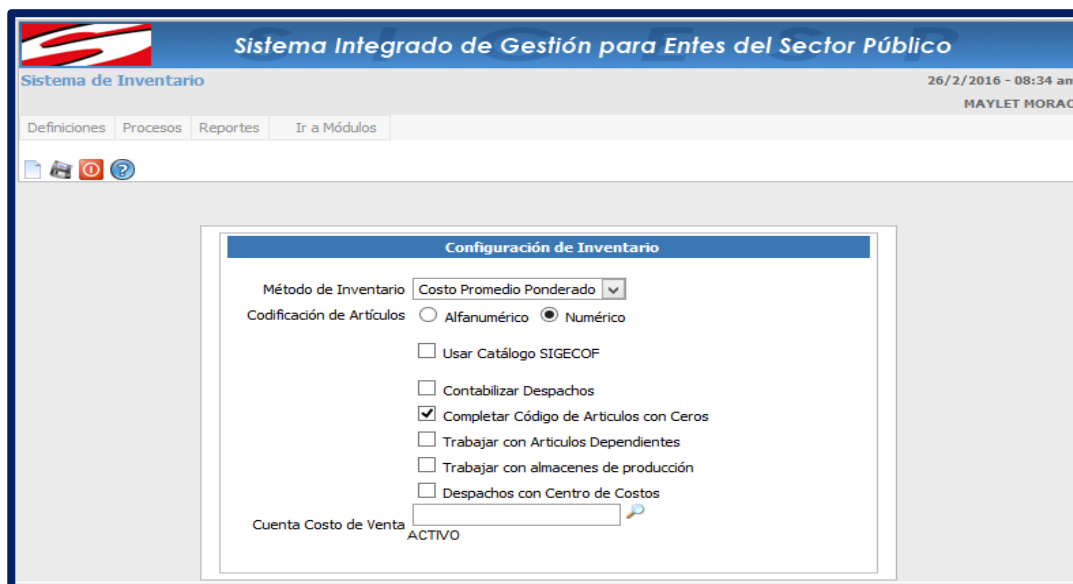

Imagen 14: Pantalla Principal de Configuración de Inventario.
3.- Inmediatamente se le mostrara la pantalla principal de Configuración de inventario (imagen 14).